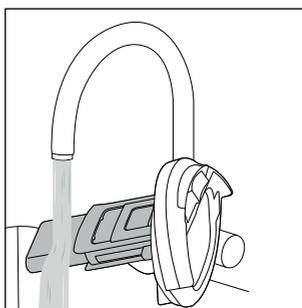

Fig. 25
- ◆ Enjuague el filtro **10**, el flotador **8** y la tapa del depósito de agua sucia **9** bajo el agua corriente caliente (consulte la fig. 25). En caso necesario, utilice un producto de limpieza suave.